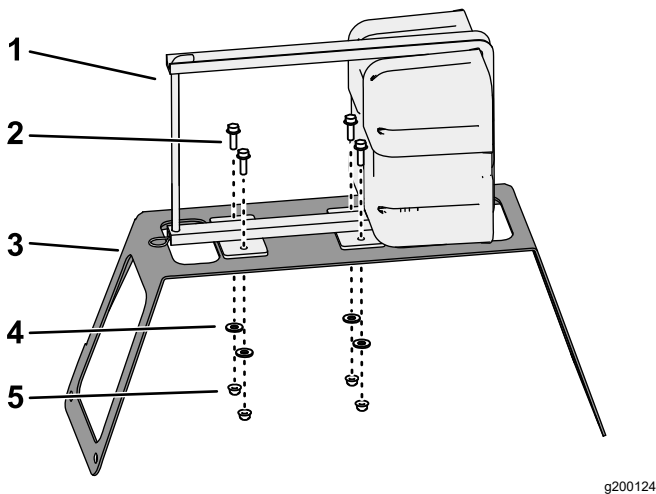

Bild 3
1. Fluchten Sie den Behälter des Schaummarkierers und den Kompressor mit den Befestigungshalterungen aus, wie in Bild 3 abgebildet.
2. Befestigen Sie den Kompressor mit vier Schrauben (5/16" x 1"), vier Scheiben (3/8") und vier Sicherungsbundmuttern (5/16") an der Halterung (Bild 3).